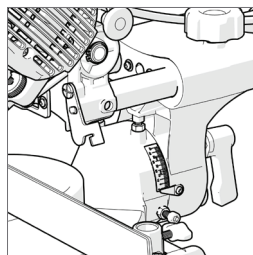

Fig. 12
- Accertarsi che la testina di taglio poggi verticalmente contro la rispettiva battuta e che l'indicatore dell'angolo di inclinazione indichi sulla scala graduata 0°. (Fig. 12)